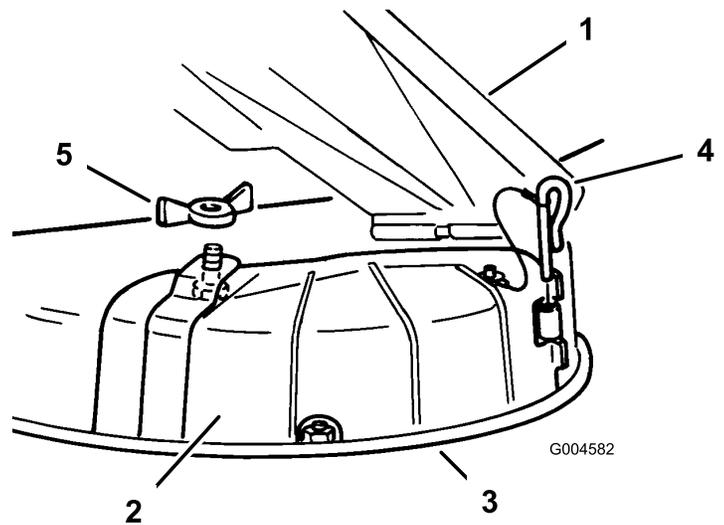

Figura 24
3. Retire a porca de orelhas e o parafuso que fixam a cobertura no lugar (Figura 24). Guarde todas as peças para utilizar futuramente.
4. Retire o pino da dobradiça que fixa a cobertura à plataforma (Figura 24).